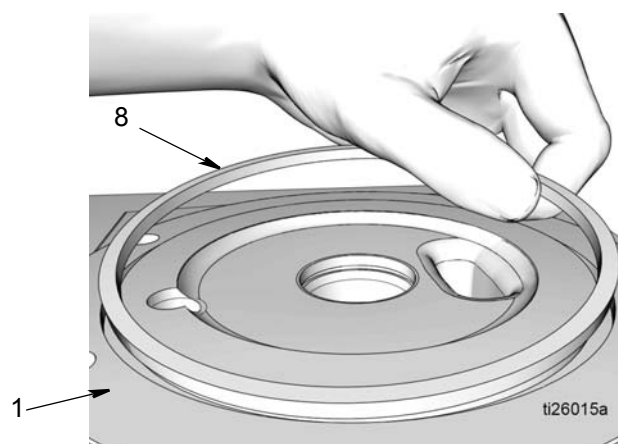

FIG. 28
21. Déposer le joint à section carrée (8) de la base de la pompe (1) (FIG. 28). Mettre le joint torique au rebut en respectant toutes les réglementations concernées.